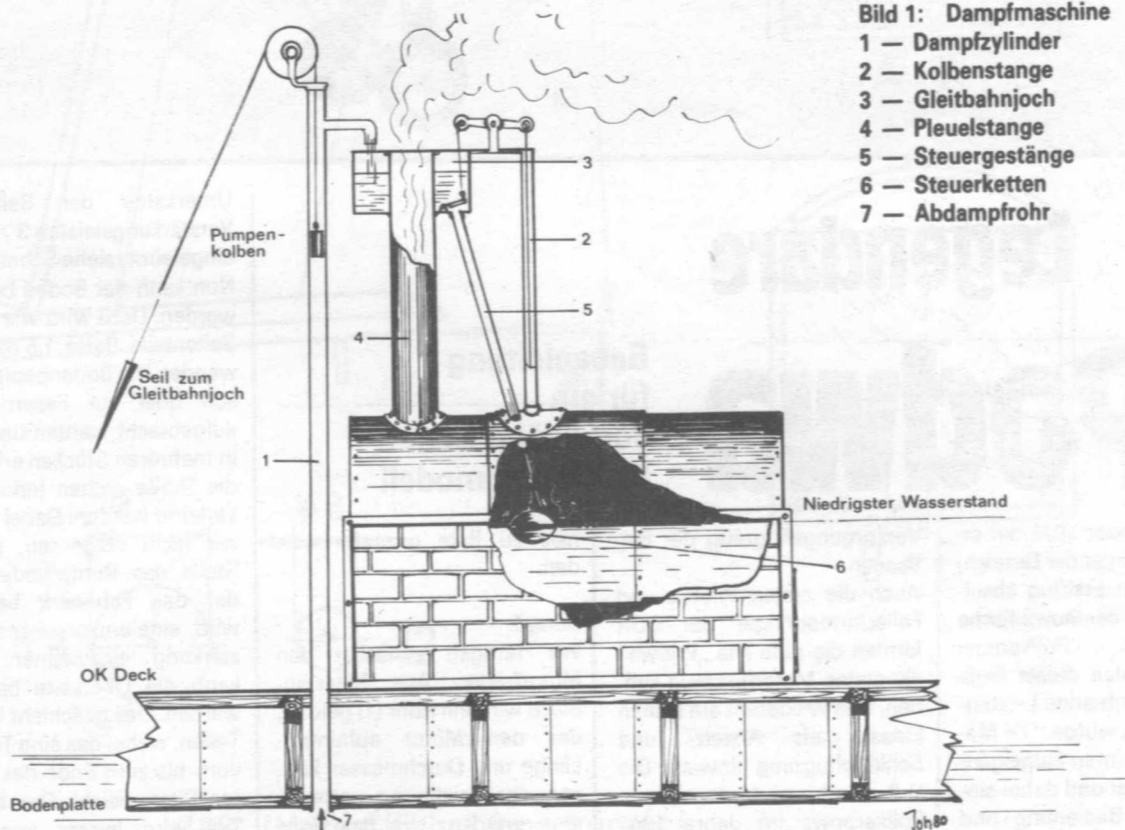

Bild 1: Dampfmaschine
Zur Dampfmaschine (Bild 1)
Die Verbindung zwischen Kolbenstange und Kurbeltriebwerk ist aus der Veröffentlichung in mbh 8 '80, Bild 1, gut zu ersehen, wobei der untere Teil der Balkenkonstruktion als Gleitbahn ausgebildet ist (Gleitbahnjoch). Dieses Gleitbahnjoch ist am Festpunkt mit der oberen Steuer- oder Zugstange verbunden, welche auch die untere Zugstange betätigt. Eine Steuerung der Maschine mittels Ketten dürfte für immer Glenk's Geheimnis bleiben. Eine derartige Steuerung hat es auch später nie gegeben. Vielleicht wollte er mit den Ketten Deckel betätigen, um einmal den Abdampf entweichen zu lassen und zum anderen der Maschine Frischdampf vom Kessel zuzuführen.
- Die dem Bausatz als Hochstarthaken beiliegenden Schraubhaken sind ungeeignet. Der Haken wird gerichtet und so gebogen, wie es Bild 1 zeigt.